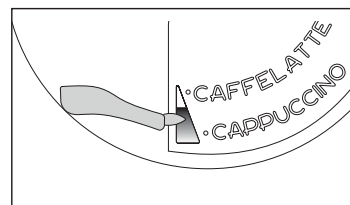

Abb. 41
- ▶ Stellen Sie den Schieber für die Milchschaumqualität (C1) zwischen die auf dem Deckel des Milchbehälters aufgedruckten Worte CAPPUCCINO und CAFFELATTE. Die Milchschaummenge lässt sich durch Bewegen des Schiebers zum Wort CAFFELATTE für einen festeren Schaum einstellen. Durch Bewegen zum Wort CAPPUCCINO erhält man einen luftigeren Schaum (Abb. 41).